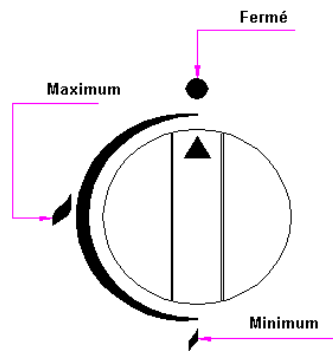

Fig. 3
- c) Premere il comando del bruciatore scelto e un quarto di giro in senso antiorario fino a raggiungere la posizione massima (Fig. 3)
- e) Per il bruciatore al minimo girare in senso orario senza tenere premuto dalla posizione di massimo a quella di minimo. (Fig.3)